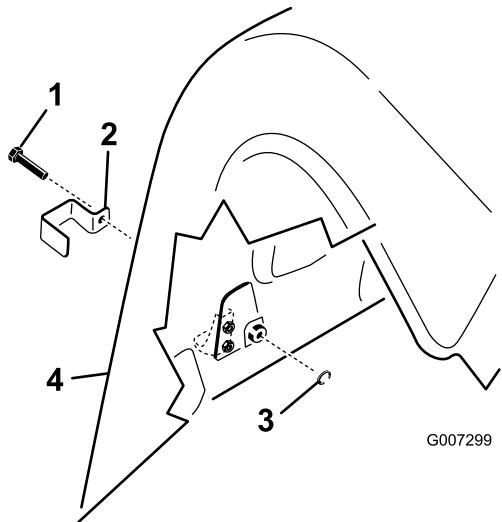

Bild 18
unteren Abdeckung und den Riegeln der oberen Abdeckung (Bild 18).
2. Montieren Sie am Modell ProCore 1298 mit einer Gewindeschraube (drei pro Aerifizierkopf, insgesamt sechs) eine Sperrhalterung über allen unteren Abdeckungsriegel hinten und über den äußersten Abdeckungsriegeln oben, siehe Bild 18.
3. Schrauben Sie eine interne Sicherungsscheibe mit einer Zange oder einem verstellbaren Schraubenschlüssel auf jede Schraube (ein bis zwei Gewindeumdrehungen), um den Riegel zu befestigen (Bild 18).